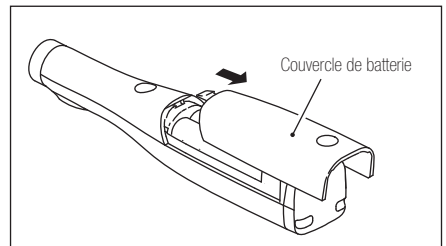

Fig. 15
- 4) Enlevez le couvercle des piles en le faisant glisser vers le bas. (Fig. 15)